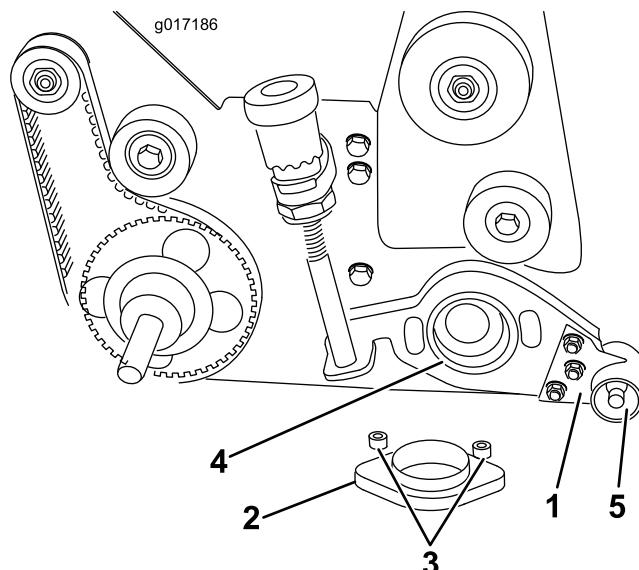

図 9
- A. リールベアリングハウジングにアダプタリングを入れる(図 9)。
- B. グルーマシャフトにグルーマプレートアセンブリを通す(図 9)。
- C. グルーマアームカバーとベアリングアダプタに 3/8 x 2 インチの平頭ねじ(2本)を通す。アダプタをリールベアリングハウジングにセットする前に、各ねじにスペーサを入れる。グルーマプレートアセンブリの青銅製のベアリングとリールベアリングハウジングにアダプタを入れる。平頭ねじにロックナットを取り付けてトルク締めする；23-27 ft.-lb (31-37 N·m = 3.2-3.7 kg·m) (図 9)。
このロックナットを 29-35 ft-lb (39-47 N-m = 4.0-4.8 kg.m) にトルク締めする (図 9)。
22. 右サイドプレートに、グルーマ調整ノブアセンブリを取り付ける; ステップ8B で取り外した $3/8 \times 5/8$ インチのキャップスクリュ (1本) とベレヴィールワッシャを使用する (図 9)。